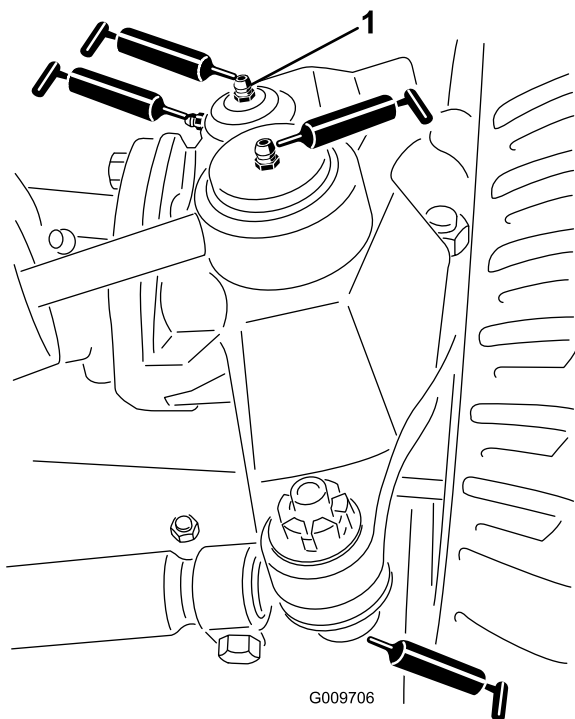

図 21
- ステアリングシリンダのボールジョイント 2ヶ所 図 21
- タイロッドのボールジョイント 2ヶ所 図 21
- キングピンのブッシュ 2ヶ所 図 21。但しキングピン上部は1年に1回のみポンプ2回押しのみとする。